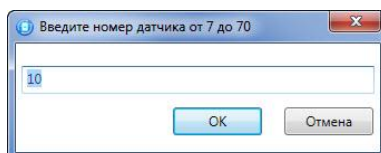

Рисунок 4.33 — Ввод номера радиоустройства
- В открывшемся окне укажите номер радиоустройства из числа еще не занятых в нумерации ШС и радиоустройств (в указанном диапазоне) и нажмите кнопку *OK* (см. рисунок 4.33).